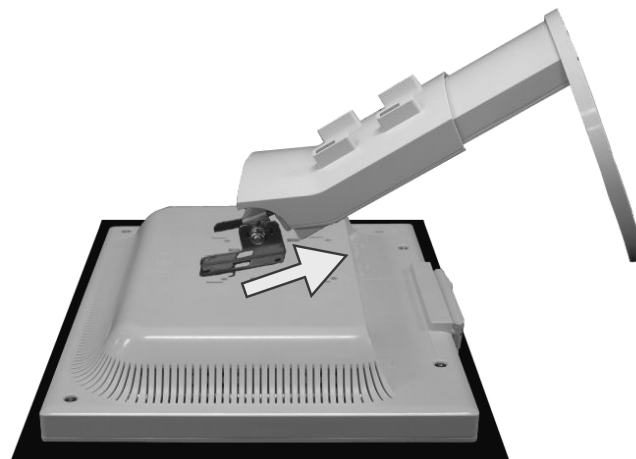

Abbildung S.5
7. Heben Sie den Fuß jetzt an, um die unteren Halterungen zu lösen, und entfernen Sie den Fuß (**Abbildung S.5**). Der Monitor kann jetzt auf andere Art montiert werden.